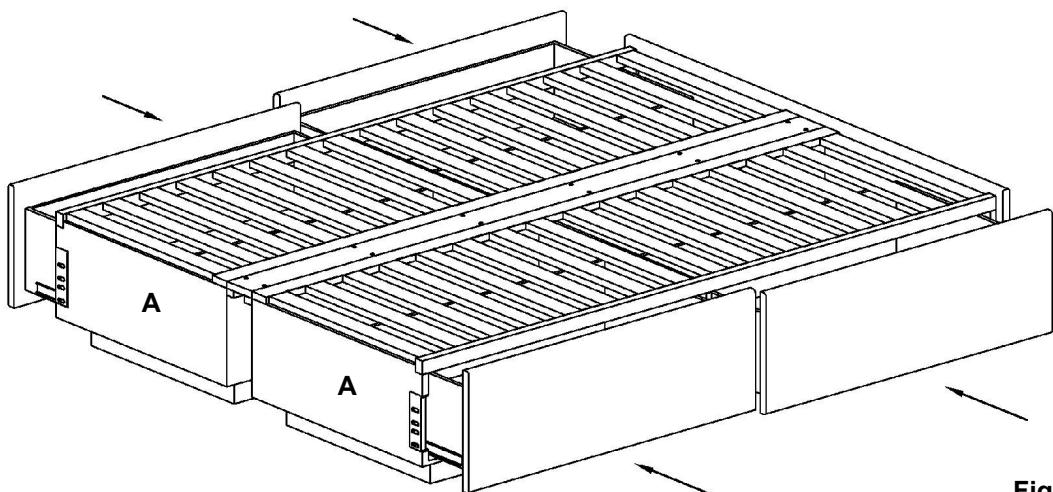

Fig. 10
50. Repetir el paso #15 para los cajones restantes. Ver **Fig. 10**.